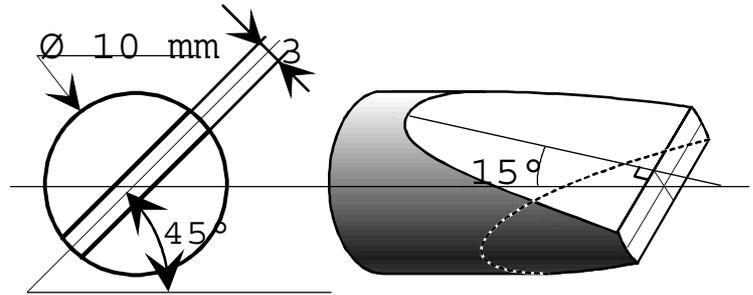

Fig.5 – Extrémité de l'indexeur
- 4) Définir l'extrémité de l'indexeur en position engagée selon Fig. 5 document 6/15.